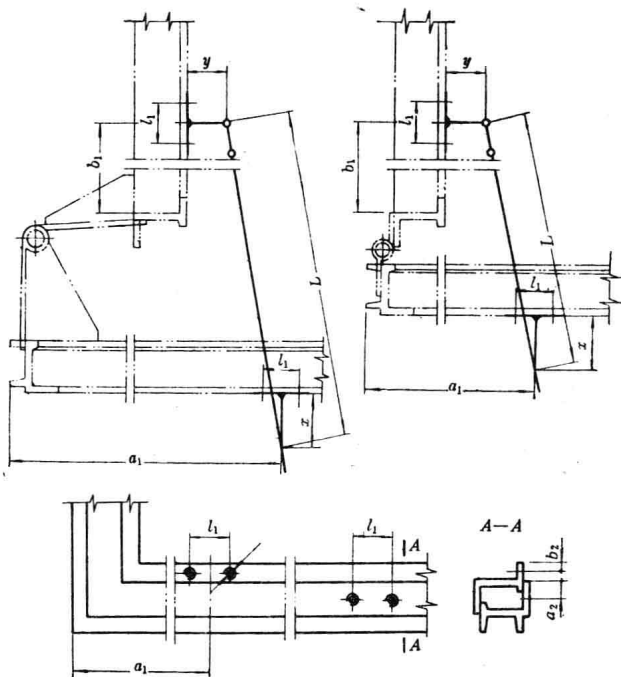

图 12 单臂撑挡安装位置
5.1 撑挡类的基本尺寸和相关孔位应符合表2和图12~19的规定。
注：在图12~19中， x 和 y 是两个相互联系的变量，但必须满足5.2条的规定。